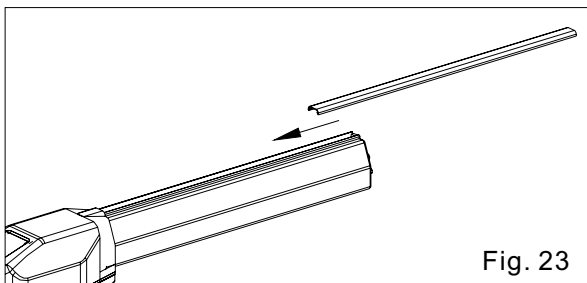
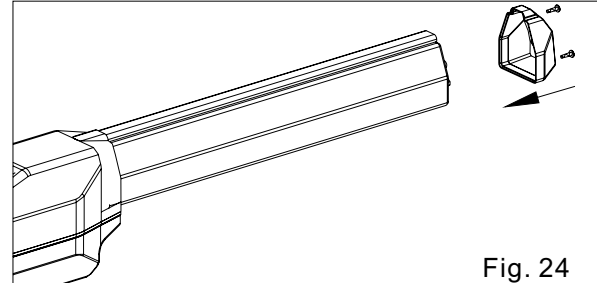

Fig. 23
Fig. 24
- 6) Después de la melodía curso final, colocar la tapa (Fig. 23 e Fig. 24).